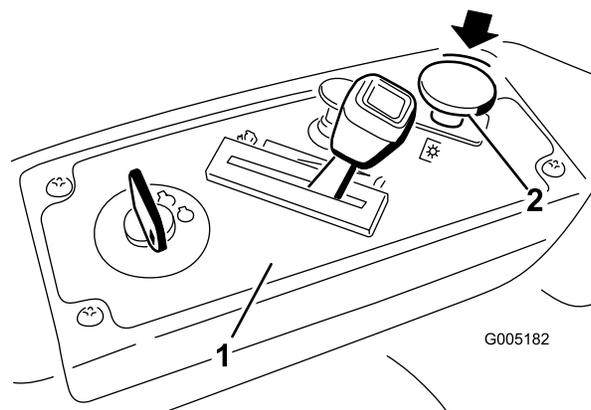

Figure 15
Appuyez sur la commande des lames pour la placer en position désengagée et désengager les lames (Figure 15).
- Désengagez les lames en plaçant la commande des lames en position Désengagée (Figure 15).
- Placez la manette d'accélérateur entre la position haut régime et la position à mi course (Figure 15).